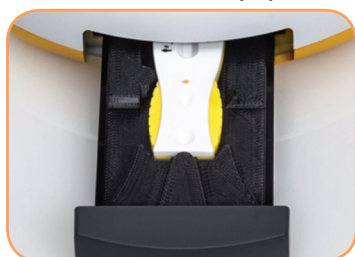

FIGURA 40
2. Tras preparar el cartucho de análisis, insértelo inmediatamente en el lector (Figura 40).